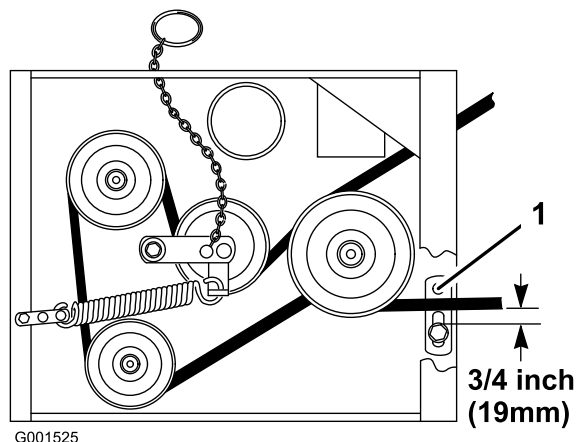

**Figure 46**
3. Desserrez le contre-écrou sur le tendeur (Figure 46).
4. Tournez le tendeur vers l'arrière du tablier de coupe pour augmenter la tension sur la courroie. Tournez le tendeur vers l'avant du tablier de coupe pour réduire la tension sur la courroie (Figure 46).